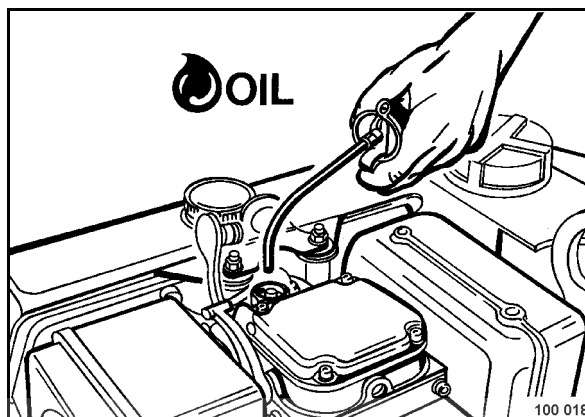

fig. 25
- Retirer le couvercle (fig. 25) du dispositif de dosage. Remplir l'huile moteur jusqu'au bord, remettre le couvercle en place et l'enfoncer avec force.